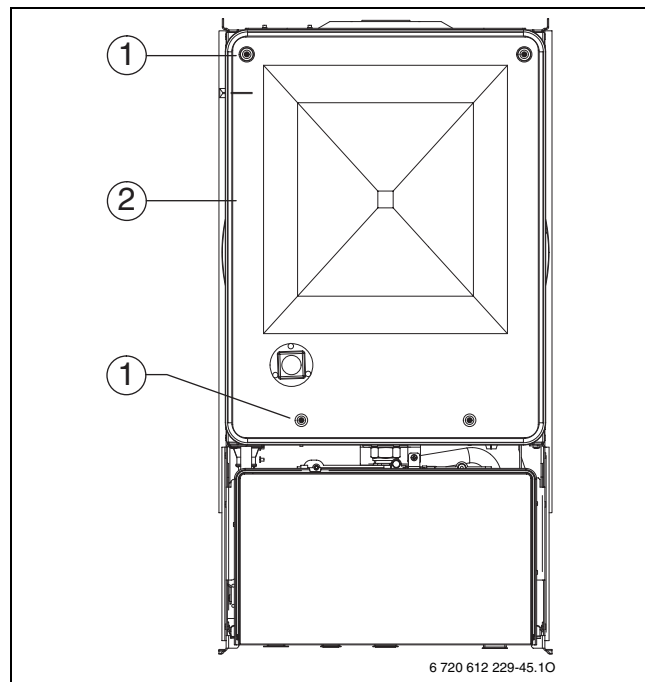

Fig. 73 Apertura della camera stagna
- Svitare le quattro viti (1) e rimuovere il coperchio della camera stagna (2) (fig. 73).